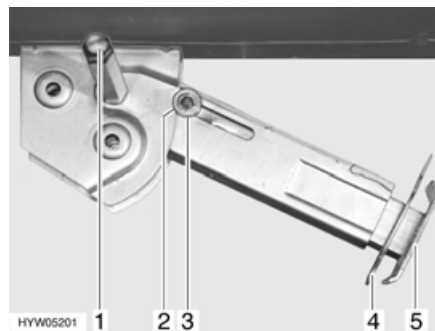

Fig. 48 Vérin stabilisateur
- Placer la clé à pipe sur l'écrou à six pans (Fig. 48,1) et tourner jusqu'à ce que le vérin stabilisateur soit en position verticale vers le bas.
- Retirer la goupille (Fig. 48,4) de la rallonge du pied d'appui (Fig. 48,5).
- Placer la clé à pipe sur l'écrou à six pans (Fig. 48,1) et tourner jusqu'à ce que le vérin stabilisateur se dégage du sol.
- Rentrer complètement la rallonge du pied d'appui (Fig. 48,5) et insérer la goupille (Fig. 48,4) dans le trou prévu à cet effet.
- Tourner la clé à pipe sur l'écrou à six pans (Fig. 48,1) jusqu'à ce que le vérin stabilisateur ait pivoté vers le haut et le disque de guidage (Fig. 48,3) soit complètement rentré dans l'encoche (Fig. 48,2).